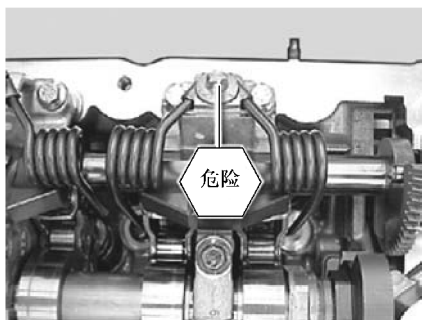

图 14-12 复位弹簧螺栓
**注意：**气门复位弹簧（扭转弹簧）具有很高的预应力，其固定螺栓（图 14-12）只能用专用工具松开。